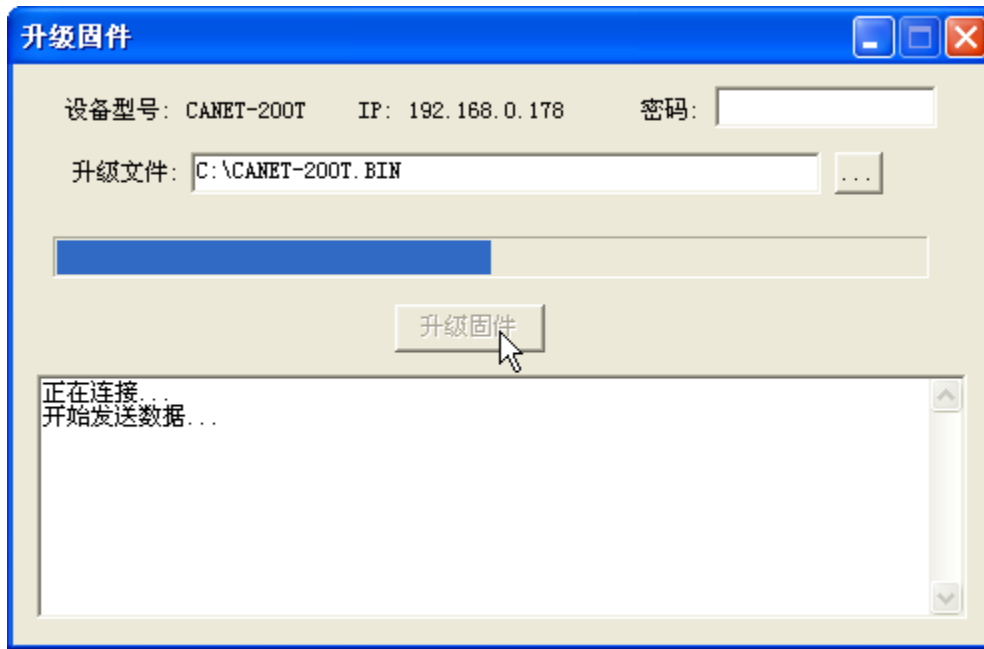

图 6.16 升级固件中
- 单击 **升级固件** ，设备开始固件升级，如图 6.16 所示。